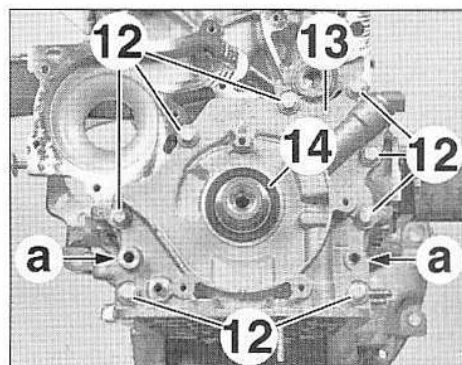

FIG.15
- Déposer les vis (12) (Fig.15).
- Décoller la pompe à huile (13) à l'aide d'un tournevis en (a).
- Déposer la pompe huile (13) et la bague d'étanchéité (14).